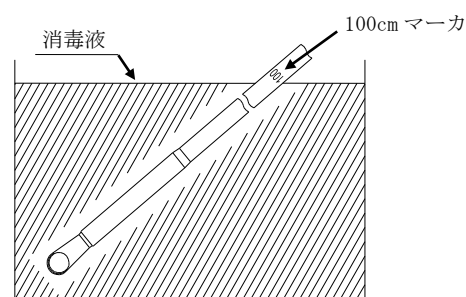

図 3. 探触子の消毒液への浸漬
- (1) 感染防止のために、適切な洗浄と消毒が必要である。使用する感染防止手順の有効性を維持し、確認することは使用者の責任である。
- (2) 操作部本体とコネクタを洗浄剤や消毒剤から遠ざけること。操作部本体とケーブルは、水を含ませてよくしぼった布やガーゼで清掃する。尚、消毒液に浸すことができるのは、図 3 の挿入部の 100cm マーカの部分までである。